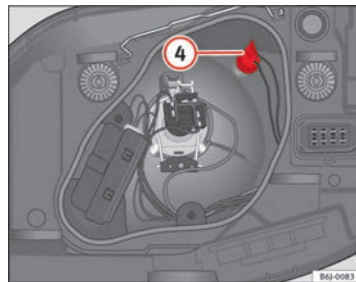

Fig. 155 Feux de position
- Retirez la douille d'ampoule ④ ⇒ fig. 155 vers l'extérieur.
- ③ Feux de croisement
- ④ Clignotant